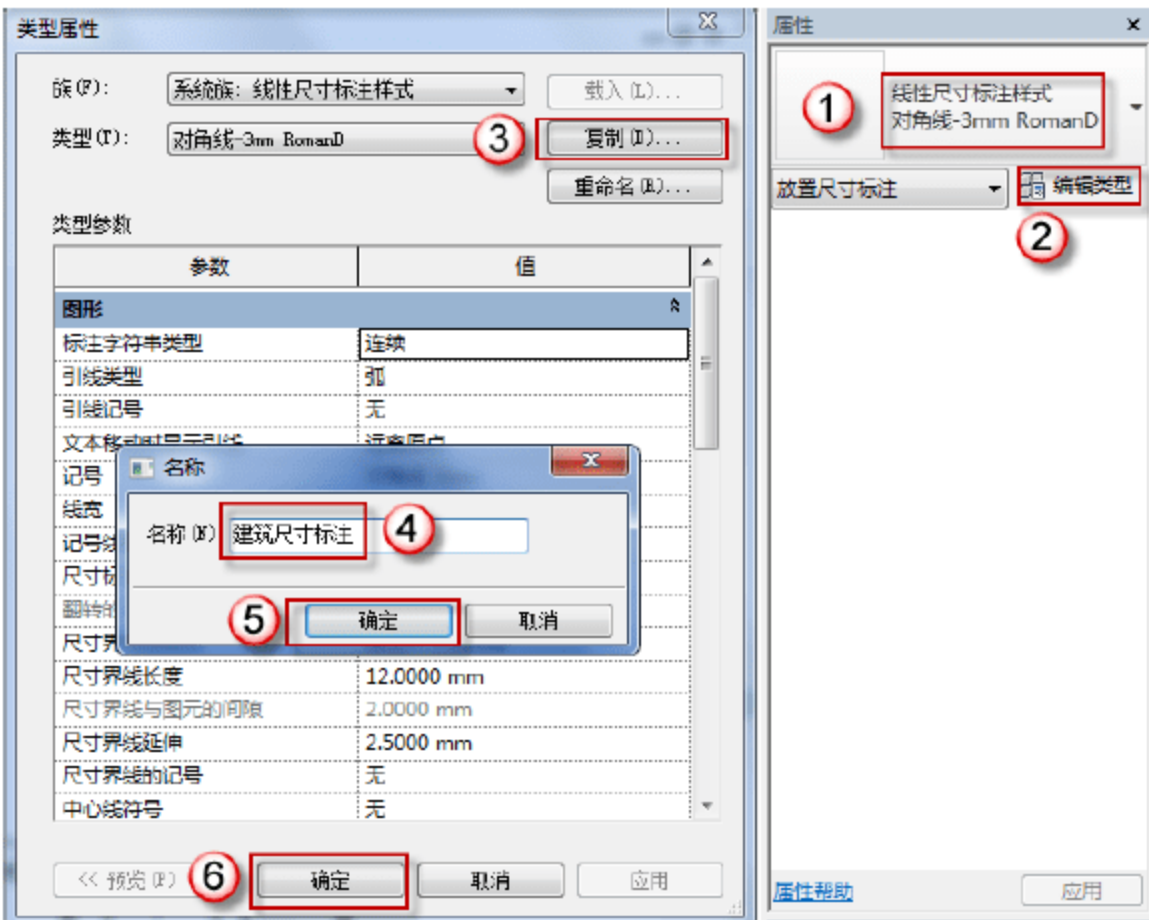
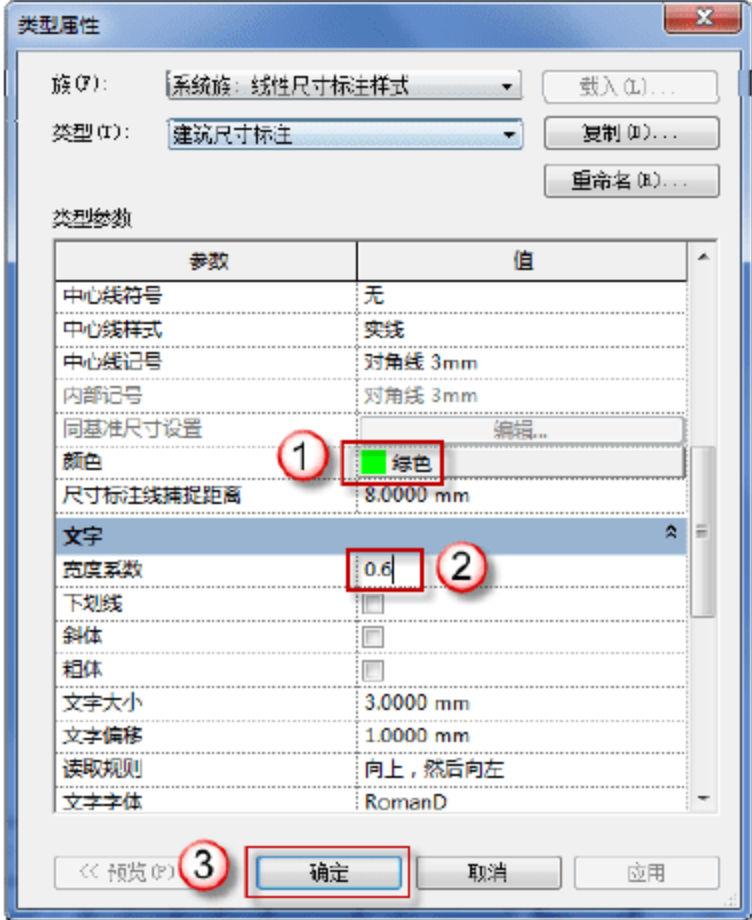

图 13.1.2 新建标注样式 1
图 13.1.3 设置标注样式
(2) 设置标注样式。按快捷键 D+I，在“属性”面板中可观看到标注类型，单击“编辑类型”按钮，在弹出的“类型属性”对话框中单击“复制”按钮，在弹出的对话框中设置好新的标注样式名称，并单击“确定”按钮，如图 13.1.2 所示。然后在“类型属性”对话框中的“颜色”栏选择“绿色”，“宽度系数”设置为“0.6”个单位，如图 13.1.3 所示。